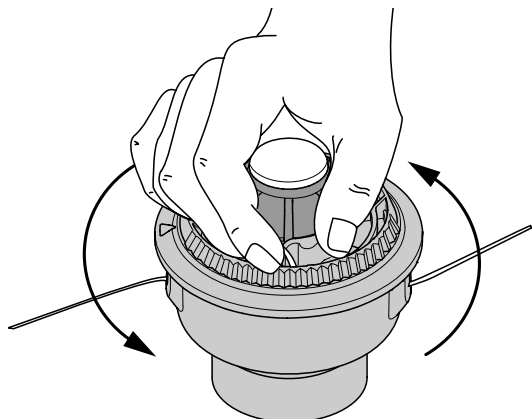

Fig. 50
8. Tenez la bobine extérieure. Rembobinez le moulinet intérieur vers la gauche jusqu'à ce qu'il ne reste plus qu'environ 102 mm (4 po) de fil (Fig. 50).